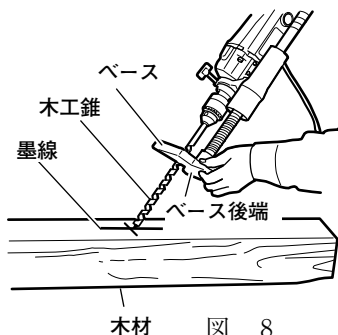

図 8
- (1) 木工錐の先端を木材の墨線(穴あけ場所)に当てます。このとき、図8のようにベース後端を指でつまみ、ベースを引き上げると作業が容易にできます。